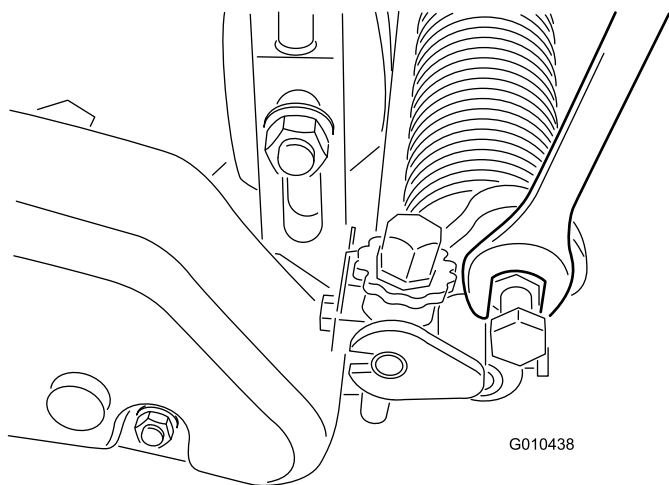

Figura 24
B. Ruotate i bracci in alto o in basso nella posizione A o B (Figura 24).